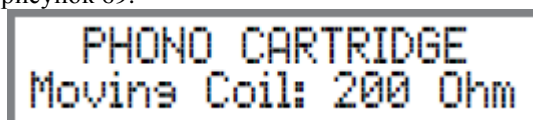

Рисунок 69
2. Нажимайте кнопку TRIM на пульте до тех пор, пока индикация “PHONO CARTRIDGE, Moving Coil: 200 ohm” не будет отображаться на дисплее Фронтальной панели. Смотрите рисунок 69.
На Информационном Дисплее Фронтальной Панели будет отображено название Источника и Индикация MUTE на месте фактического значения настройки уровня громкости. Смотрите рисунок 69.